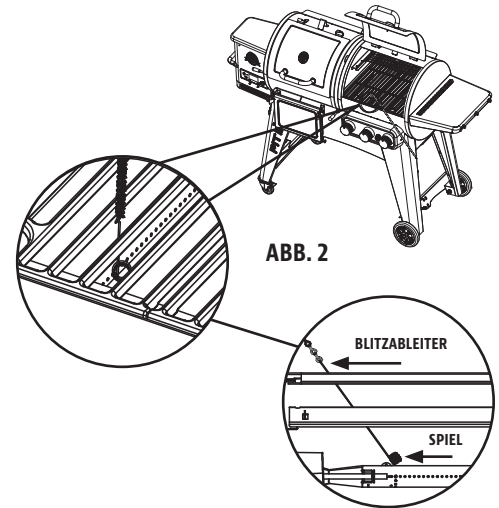

ABB. 2
- Wenn der Zünder den Brenner nicht anzündet, verwenden Sie ein auf dem Zündstab (im Lieferumfang des Grills enthalten) befestigtes brennendes Streichholz, um Brenner zu entzünden. Greifen Sie über das Grillrost und die Kochplatten auf die Brenner zu. Positionieren Sie das brennende Streichholz in der Nähe der Seite des Brenners. **Abb. 2.**